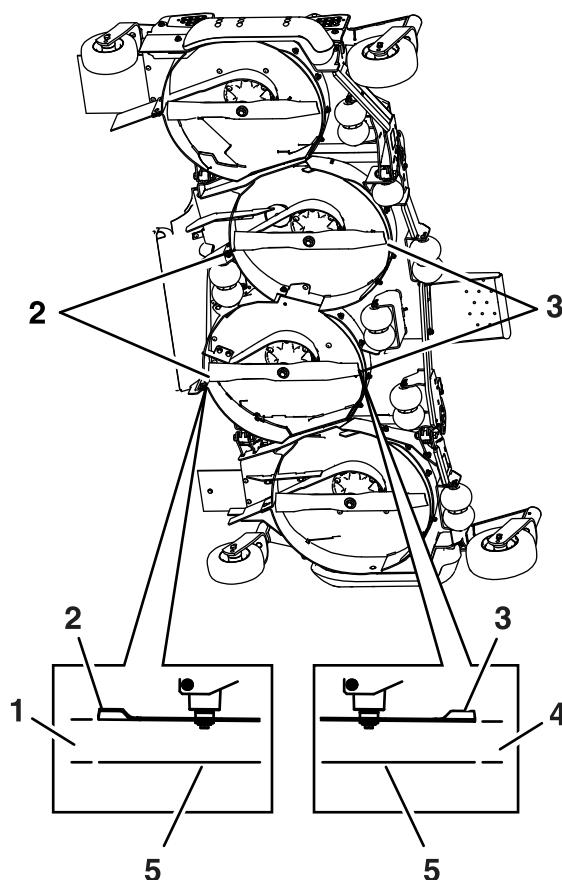

Figura 78
10. Mida desde la superficie nivelada hasta la punta delantera de las cuchillas derecha e izquierda de la carcasa central (**Figura 78**).